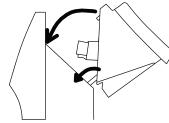

Рис. 4
2. Вставьте разъем электроподключения («плата») на блоке управления в соответствующий разъем («мама») на конвекторе. Обратите внимание, что он может быть установлен только в одном положении, когда специальная защелка находится справа. Убедитесь, что соединение надежно и разъем блока управления полностью закреплен в конвекторе. Если разъем вставлен до конца, то должен раздаться щелчок (рис. 4).